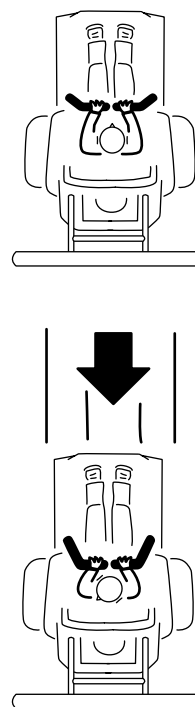

Рисунок 20
3. Для движения назад смотрите сзади себя и медленно потяните рукоятки управления назад (Рисунок 20).